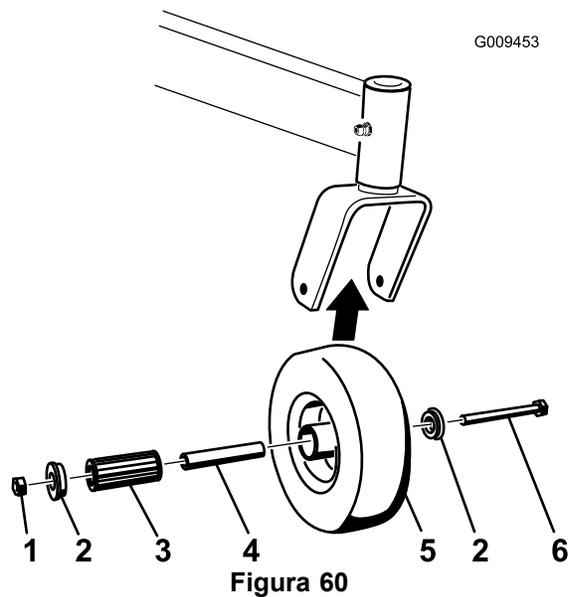

Figura 60
1. Togliete il dado di bloccaggio e il bullone della ruota che sostiene la ruota orientabile sulla forcella orientabile (Figura 60).
2. Togliete una boccola, quindi estraete la boccola chiave e il cuscinetto a rulli dal mozzo della ruota (Figura 60).
3. Togliete l'altra boccola dal mozzo della ruota e pulite via l'eventuale grasso o sporcizia presenti sul mozzo della ruota (Figura 60).
**Nota:** Sostituite eventuali parti difettose o usurate (Figura 60).
5. Posizionate una boccola nel mozzo della ruota (Figura 60).
6. Lubrificate il cuscinetto a rulli e il cuscinetto chiave e fateli scorrere nel mozzo della ruota (Figura 60).
7. Posizionate la seconda boccola nel mozzo della ruota (Figura 60).
8. Montate la ruota orientabile nella forcella orientabile e fissatela con il bullone della ruota e il dado di bloccaggio (Figura 60).
9. Serrate il dado di bloccaggio finché la boccola chiave tocca in fondo l'interno delle forcelle orientabili (Figura 60).